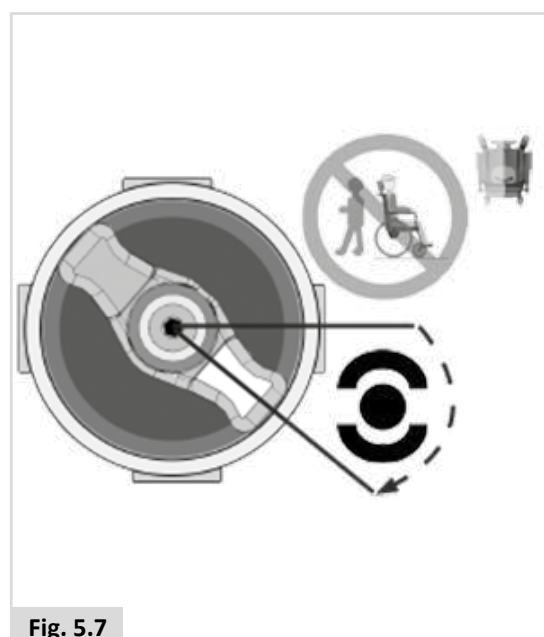
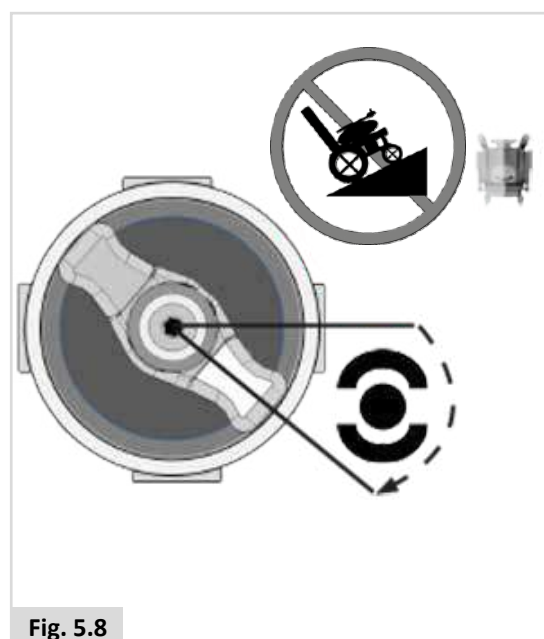

Fig. 5.7
Fig. 5.8
2. Pour le débrayage des moteurs : (Fig. 5.7 - Fig. 5.8).